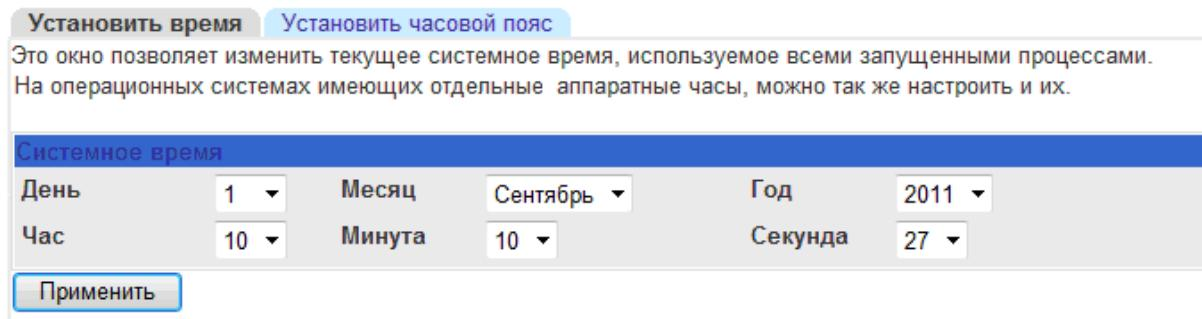

Рисунок 3.7.1 – Настройка системного времени
- В открывшейся странице **Системное время** (Рисунок 3.7.1) выбрать закладку **Установить время**, ввести необходимую дату и время, нажать кнопку **Применить**.